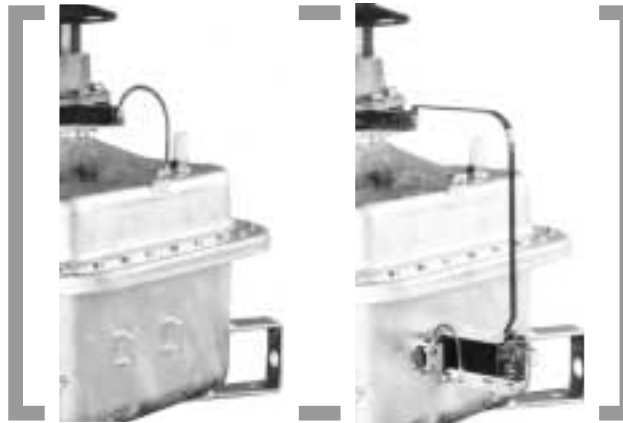

Fig. 5a Fig. 5b
- Comprobar que la conexión entre el borne de alta frecuencia (AF), que sobresale de la unidad condensadora, y el borne de tierra de la cubierta está en buen estado (ver fig. 5a). Cuando lleve accesorios de corriente portadora comprobar que la conexión entre dicho borne de alta frecuencia (AF) y el bloque de accesorios de corriente portadora está en buen estado (ver fig. 5b). Mientras no se utilice este equipo, la cuchilla de puesta a tierra deberá permanecer cerrada.
- Verify the connection between the high frequency tap of the capacitor unit (HF) and the earthing tap on the cover of the tank (see Fig. 5a). When the CVT has carrier accessories, this connection must be made to the block of carrier accessories (see fig. 5b).